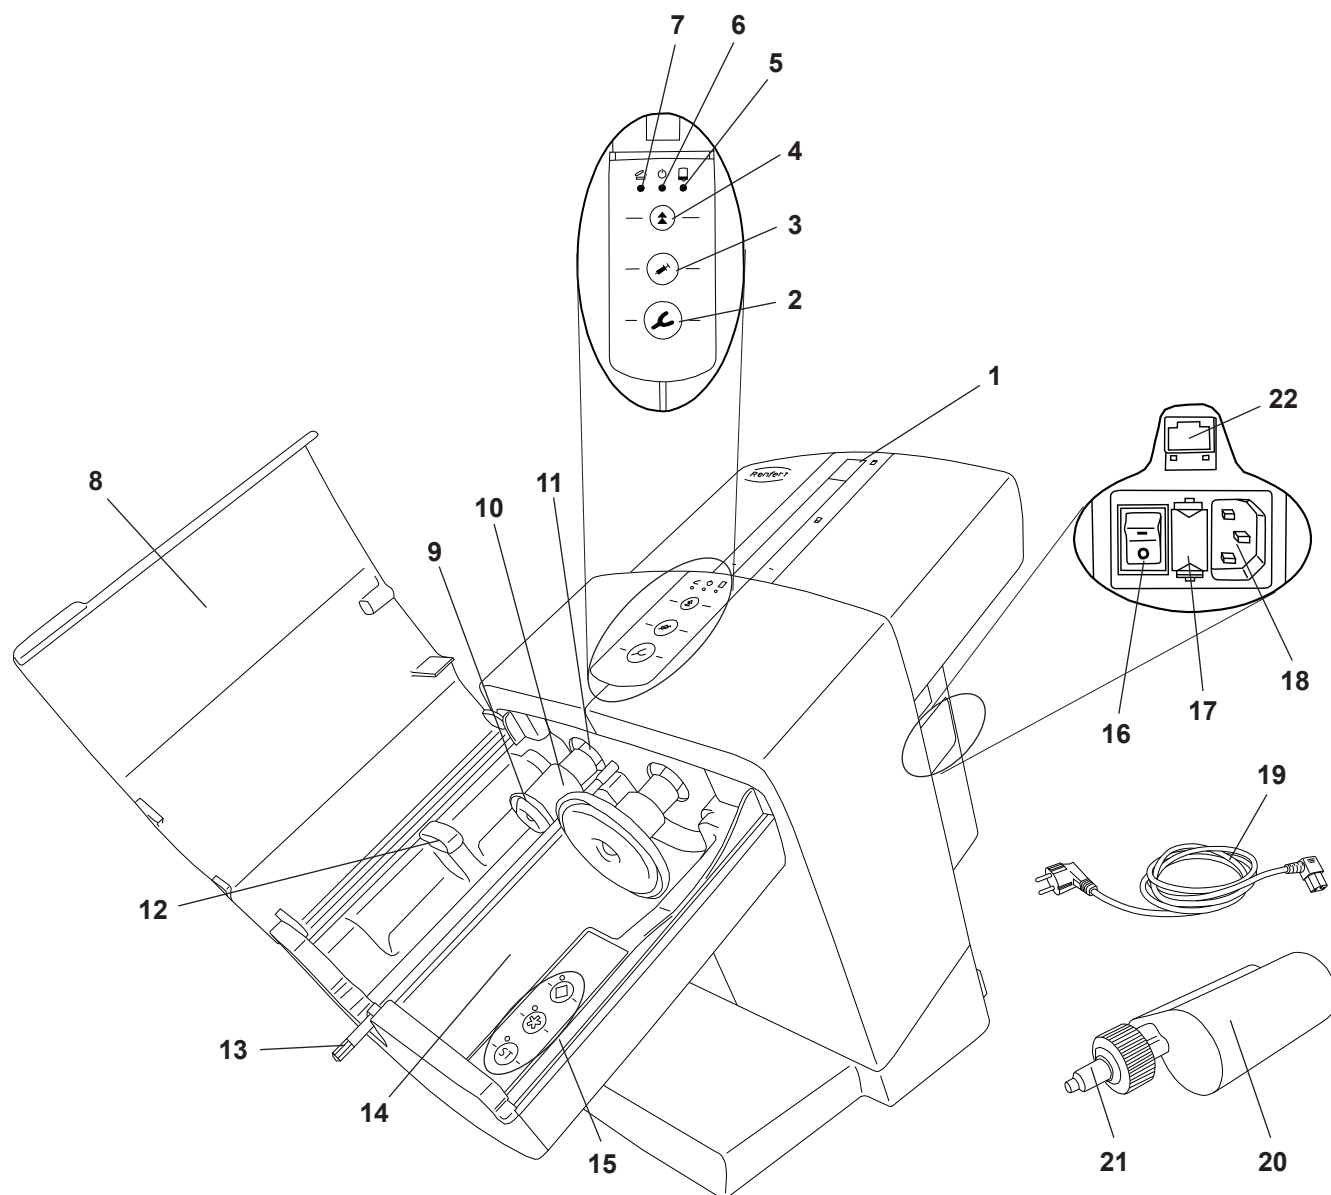

Fig. 1
- ⇒ Slut det medfølgende strømkabel (19, Fig. 1) til lysnetkontakten (18).
- ⇒ Tænd for enheden på hovedafbryderen (16).
- ⇒ Tryk på tilbagetrækningstasten (4).
- ♦ Trykpladerne (9, Fig. 1) kører tilbage i udgangsposition og stopper der.
- ⇒ Åbn enhedens dæksel (8, Fig. 1).
- ⇒ Fjern transportsikringen (23).
En patron kan kun lægges i eller udskiftes, når de to trykplader (9, Fig. 1) befinder sig i udgangspositionen.
⇒ Luk enhedens dæksel (8, Fig. 1).
⇒ Åbn enhedens dæksel (8, Fig. 1).
Apparatets dæksel kan kun lukkes, hvis patronen er lagt korrekt i. Så længe apparatets dæksel ikke er lukket ordentligt, lyser den røde LED „Apparatdæksel åbent“ (7, Fig. 1).
- Støbeske (2), stor udpresningshastighed eller
- dispenser (3), lille udpresningshastighed
- ♦ Blandingssekskanten (13, Fig. 1) begynder at dreje sig, bliver automatisk flettet ind i blandingsdysen (21, Fig. 1) og stopper så igen.